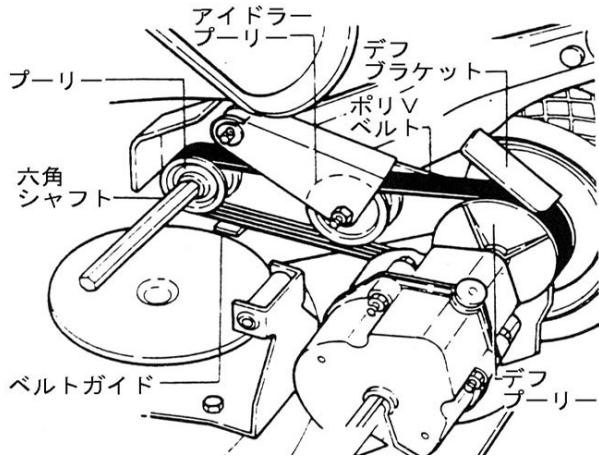

図 6-16
② ポリVベルトの交換
- ベルトを切断したり取り外す前に、ブーリ間のベルトの経路をメモしておきます。(図6-16)